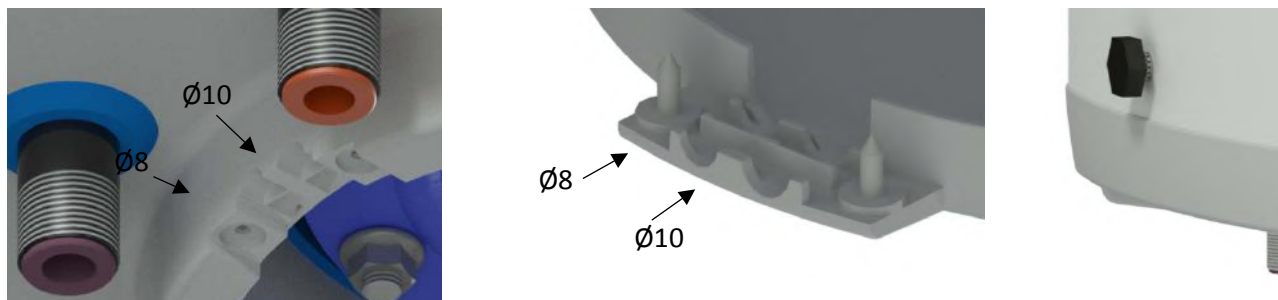
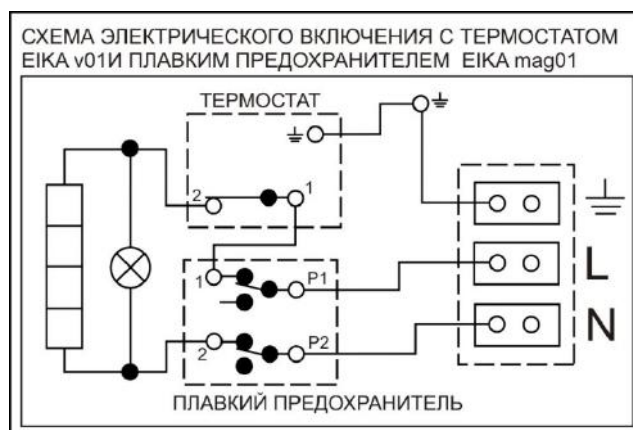

Рисунок 8
Рисунок 9
Подключение выполните согласно схеме. Подключение, выполненное на заводе, запрещено менять! (Рисунок 9). В крышке электропроводки снимите перегородку, соответствующую диаметру подводящего провода  $\phi 8$  или  $\phi 10$  (Рисунок 8). Степень защиты электрических компонентов водонагревателя - IP 44. Потребляемая мощность электрического нагревательного элемента – 2200 Вт.
- Схема эл. подключения прилагается к водонагревателю на крышке электропроводки (Рисунок 9).